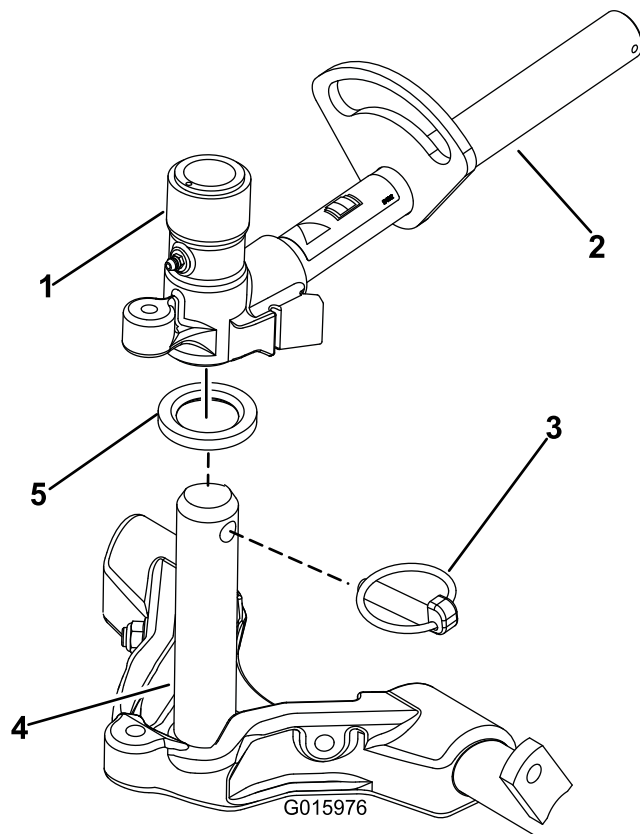

Figura 16
9. Rivestite l'albero del telaio portante di grasso pulito (Figura 16).
10. Per gli elementi di taglio anteriori, infilate un elemento di taglio sotto il braccio di sollevamento mentre inserite l'albero del telaio portante nella forcella di articolazione del braccio di sollevamento (Figura 16). Assicuratevi che la rondella di spinta sia in posizione corretta sull'albero del telaio portante.
11. Fissate l'albero del telaio portante alla forcella del braccio di sollevamento con il perno di ritenuta (Figura 16).
B. Inserite la forcella del braccio di sollevamento nell'albero del telaio portante (Figura 16).